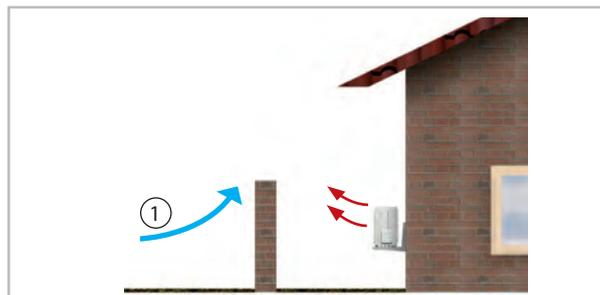
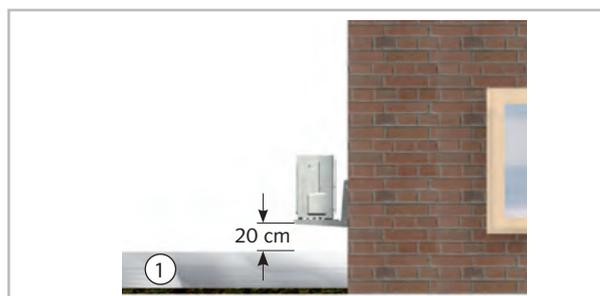

Fig. 64: Protection contre le vent
Fig. 65: Protection contre la neige
- Si vous placez le module externe à un emplacement très venté, vous devez le protéger du vent et des moyens de stabilisation supplémentaires sont recommandés. Cela peut être réalisé par exemple avec des câbles métalliques ou d'autres constructions (Voir la Fig. 64). Vérifiez les limites d'enneigement (Voir la Fig. 65).
- Veillez, lors de l'installation, à la hauteur d'enneigement attendue et prévoyez un espace d'env. 20 cm permettant, toute l'année, l'aspiration et la soufflerie de l'air extérieur (Voir la Fig. 65).